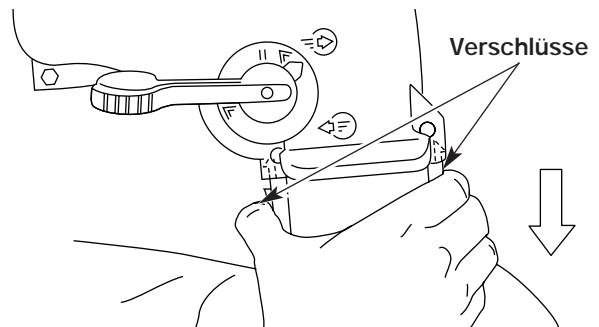

Abb. 20
- Auf die Verschlüsse an beiden Seiten des Saugbeuteladapters drücken und den Saugbeutel vom Gerät abziehen (Abb. 20).